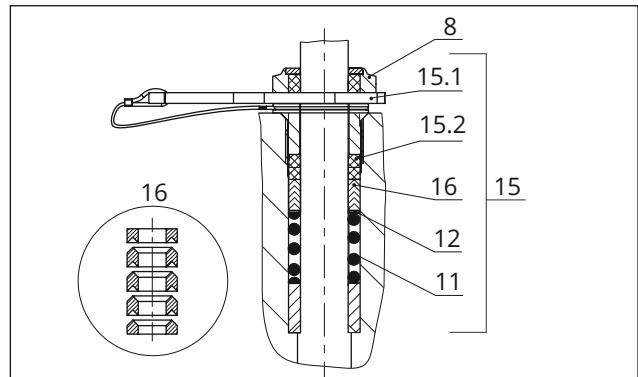

Bild 27: ADSEAL-Packung
4. Rote Distanzscheibe (15.1) zwischen Gewindebuchse (8) und Haltering einfügen, vgl. Bild 27.